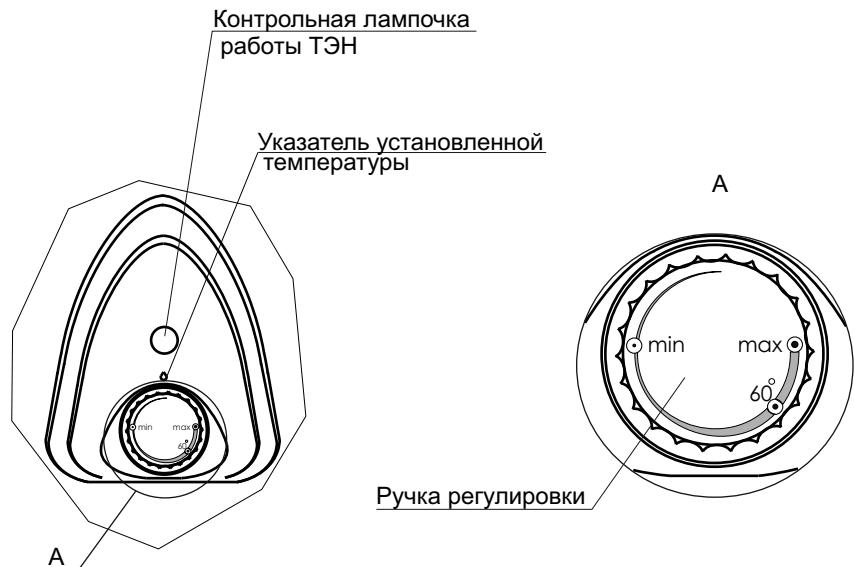

Рисунок 1 - Панель управления ЭВН
- По желанию потребитель может изменить температуру нагрева воды с помощью ручки регулировки. Поворотом ручки регулировки по часовой стрелке увеличивают температуру нагрева воды, поворотом ручки против часовой стрелки - уменьшают. Для ориентации на шкале обозначено положение ручки регулировки, соответствующее нагреву воды примерно до 60 °C (см. рисунок 1).